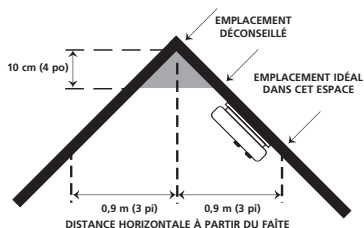

FIGURE 2B
- En ce qui a trait aux plafonds inclinés, pointus ou cathédrale, il est recommandé d'installer l'avertisseur de fumée à une distance de 0,9 m (3 pi) du point le plus élevé (mesurée horizontalement). La norme 72 de la NFPA stipule : « En ce qui concerne les pièces dont l'inclinaison du plafond excède une distance horizontale de 0,3 m à 2,4 m (1 à 8 pi), on doit installer l'avertisseur de fumée sur le côté élevé de la pièce. » De plus, la norme stipule : « Les avertisseurs doivent être espacés et situés à moins de 0,9 m (3 pi) du point le plus élevé du plafond, à l'horizontale » (voir FIGURE 2B et 2C).